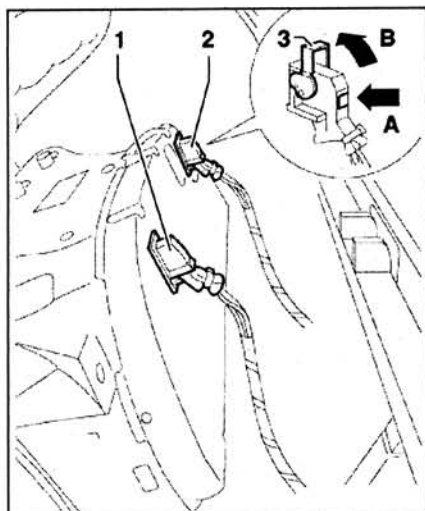

Рис. 8.22. Отсоедините разъемы 1 и 2, нажав на крепежные защелки в направлении стрелки А, и поднимите собачку 3 вверх в направлении стрелки В.
11. Извлеките и прокрутите щиток приборов так, чтобы можно было отсоединить разъемы проводки. Отсоедините разъемы **1** и **2**, нажав на крепежные защелки в направлении стрелки **А**, и поднимите собачку **3** вверх в направлении стрелки **В** (рис. 8.22).